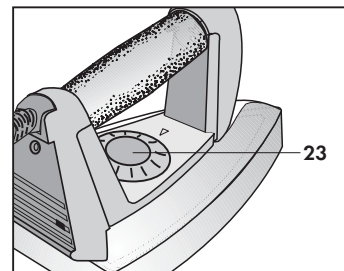

Abb. 21
- Den Temperaturregler (23) des Bügeleisens auf die gewünschte Position je nach Gewebe drehen (**Abb. 21**).